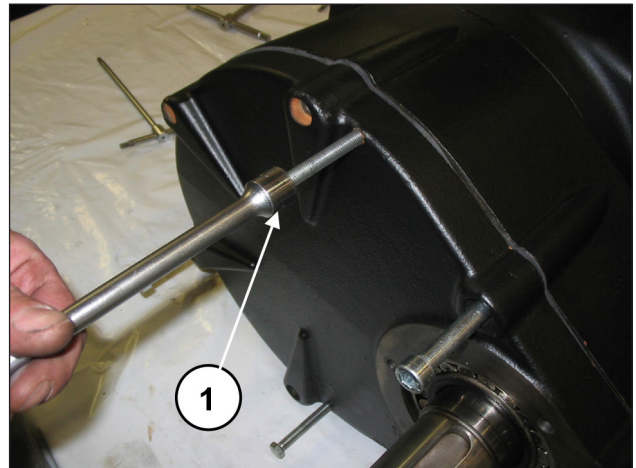
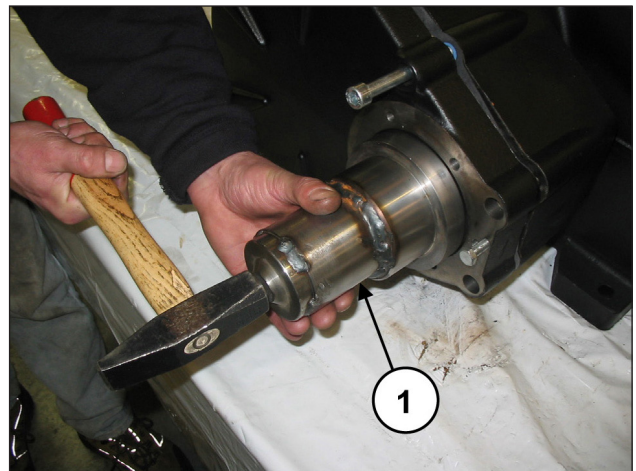

Abb. 8
Abb. 9
Drehen Sie die 3 Stiftschrauben (Pos. ①, Abb. 8) als Abzieher ein und schlagen Sie gleichzeitig mit dem Werkzeug (Art. 27516700) auf den Deckel, damit sich das Lager beim Abnehmen des Deckels nicht vom Ritzel löst (Pos. ①, Abb. 9).